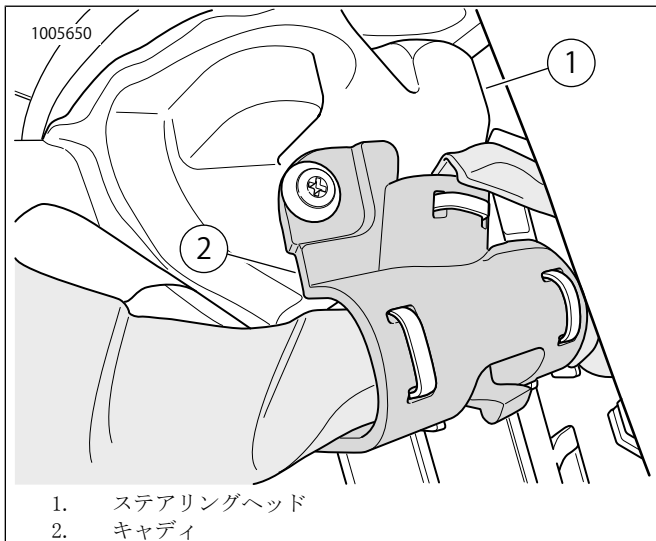

図8。ステアリングヘッド
9. 図8を参照してください。48インチハーネスの先端をステアリングヘッド(1)まで取り回します。キャディ(2)を使ってハーネスを固定します。